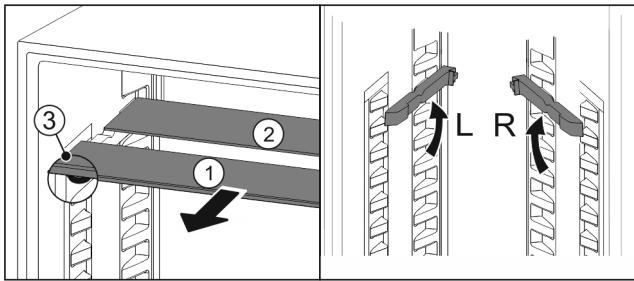

Fig. 87
- ▶ По одной извлеките Fig. 87 (1) стеклянные панели движением вперед.
- ▶ Стеклянная панель Fig. 87 (1) с декоративной планкой лежит спереди.
- ▶ Стопоры Fig. 87 (3) показывают вниз.